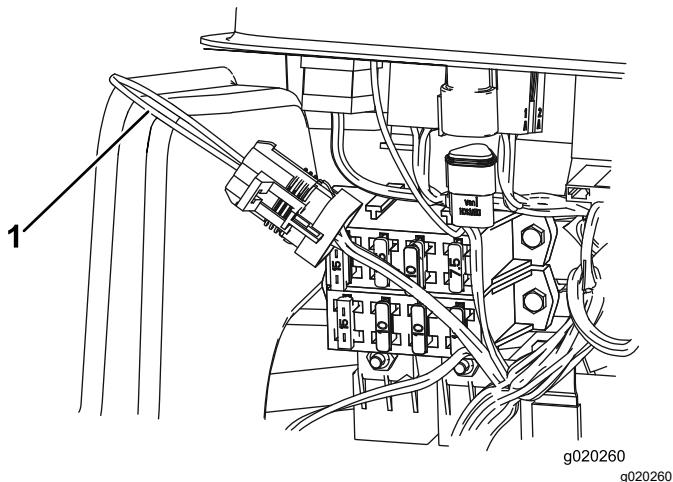

Bild 41
3. Ermitteln Sie den Kabelbaum und den Rückführungsstecker (Bild 41).